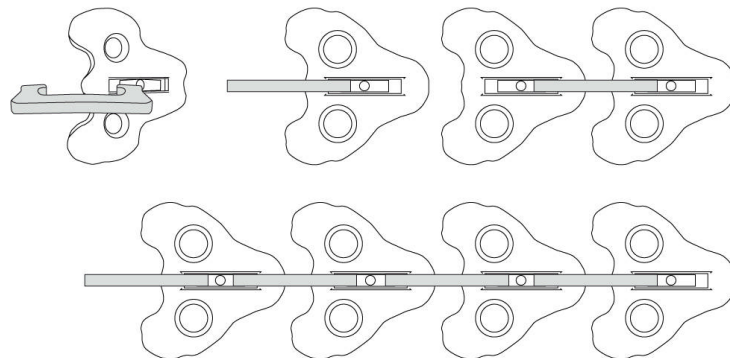

Fig. 1
4. Cominciare l'assemblaggio prendendo una piastrina sagomata (A) ed inserendo un gancio lungo (B) (Fig. 1). Continuare a formare la catena inserendo all'altra estremità del gancio un'altra piastrina sagomata (A) e così dicendo, alternando ganci lunghi (B) con ganci corti (C) per ottenere omogeneità, fino ad esaurire tutti gli elementi previsti.